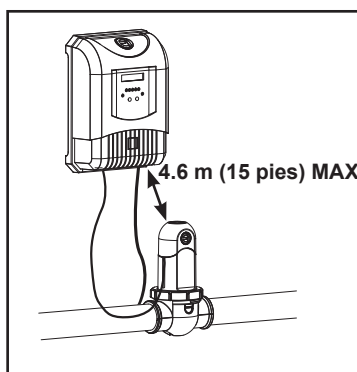

Figura 4. Requisitos de instalación
2. Atornillar el soporte del suministro de energía en la superficie de una pared en posición que este montado fijamente, y asegurándose de que no es más que 4,6 m (15 pies) de la celda (véase la Figura 4 y 5).